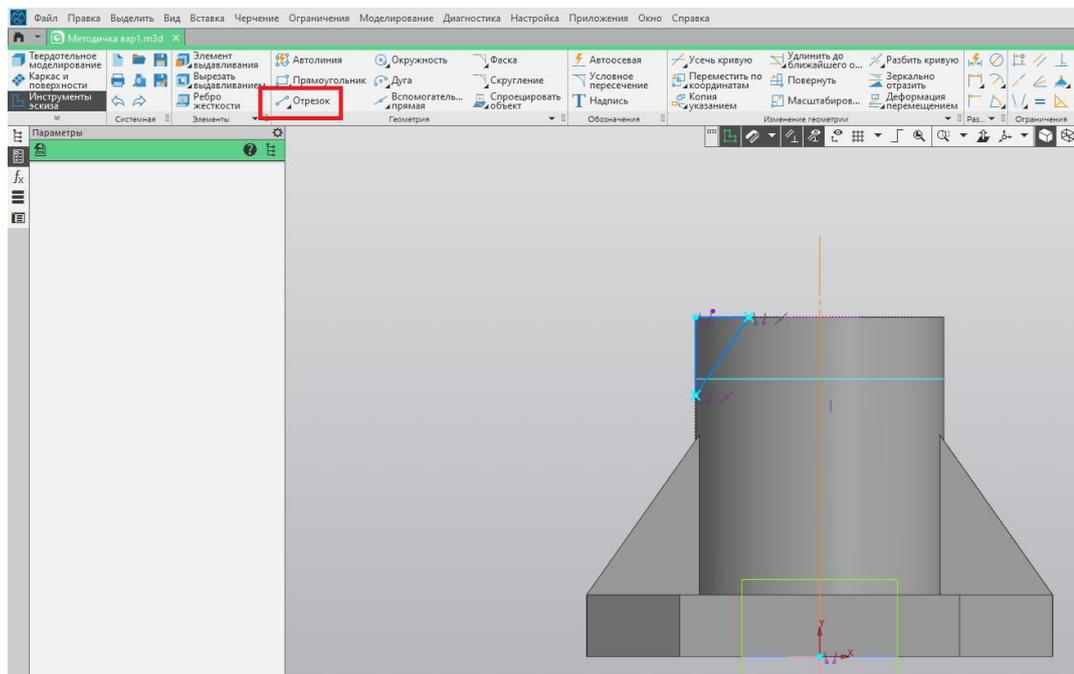

Рис. 34
31. При помощи команды «Отрезок» из начала координат проводим вертикальную осевую линию и строим контур треугольника, привязанного к очерку цилиндра (рис. 34).